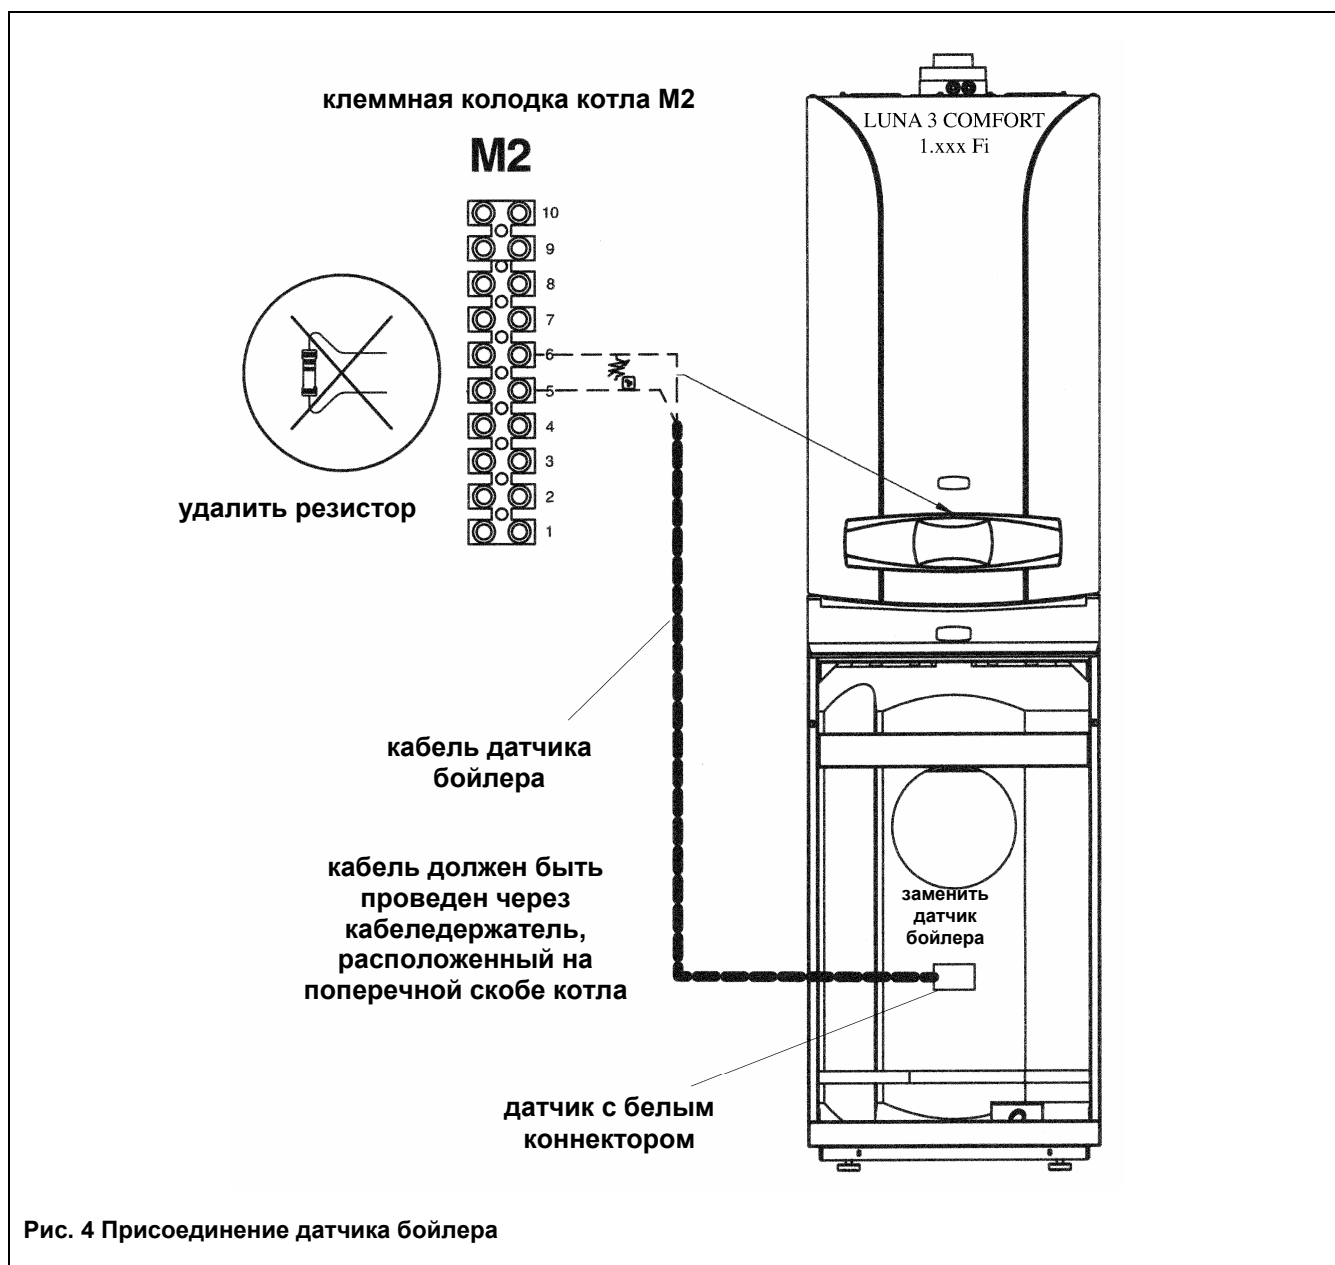

Рис. 4 Присоединение датчика бойлера
- Присоедините кабель датчика NTC приоритета контура ГВС бойлера Combi к клеммной колодке M2 (рис.4), предварительно удалив сопротивление.